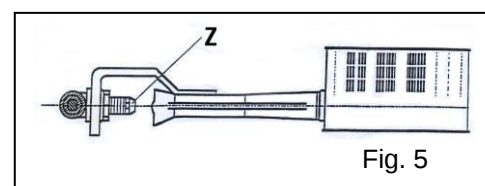

Fig. 5
5.1.2 Brûleur principal coup-de-feu (Fig. 5)